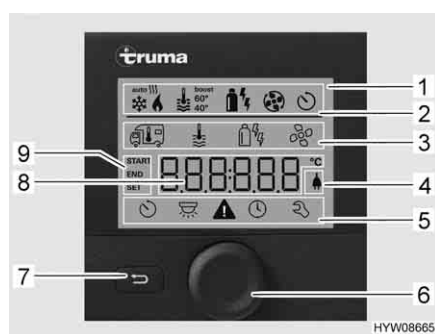

Fig. 127 Centralina di controllo con indicazioni
- Riga di stato (Fig. 127,2)
- Riga di menu in alto (Fig. 127,3)
- Area di indicazione (Fig. 127,8)
- Riga di menu in basso (Fig. 127,5)
- Premere la manopola/il pulsante (Fig. 127,6) per circa 3 secondi. Vengono visualizzate entrambe le righe di menu (Fig. 127,3 e Fig. 127,5). Il primo simbolo lampeggia.
- Ruotare la manopola/il pulsante (Fig. 127,6), finché viene visualizzato il simbolo del menu desiderato.
- Premere la manopola/il pulsante per memorizzare il valore impostato. Se il valore impostato originariamente non deve essere modificato: Premere il tasto indietro (Fig. 127,7).
- Ruotare la manopola/il pulsante (Fig. 127,6), finché il simbolo del menu del riscaldamento (Fig. 128,1) lampeggia.
- Premere la manopola/il pulsante per memorizzare il valore impostato. Il simbolo nella riga di stato lampeggia (Fig. 127,2), finché viene raggiunta la temperatura impostata. Se il valore impostato originariamente non deve essere modificato: Premere il tasto indietro (Fig. 127,7).
- Ruotare la manopola/il pulsante (Fig. 127,6), finché il simbolo del menu relativo all'acqua calda (Fig. 128,2) lampeggia.
- Premere la manopola/il pulsante per memorizzare il valore impostato. Il simbolo nella riga di stato lampeggia (Fig. 127,2), finché viene raggiunta la temperatura dell'acqua impostata. Se il valore impostato originariamente non deve essere modificato: Premere il tasto indietro (Fig. 127,7).
- Ruotare la manopola/il pulsante (Fig. 127,6), finché il simbolo del menu relativo alla modalità di funzionamento (Fig. 128,3) lampeggia.
- Premere la manopola/il pulsante per memorizzare la modalità di funzionamento impostata. Se il valore impostato originariamente non deve essere modificato: Premere il tasto indietro (Fig. 127,7).
- Ruotare la manopola/il pulsante (Fig. 127,6), finché il simbolo del menu delle ventole (Fig. 128,4) lampeggia.